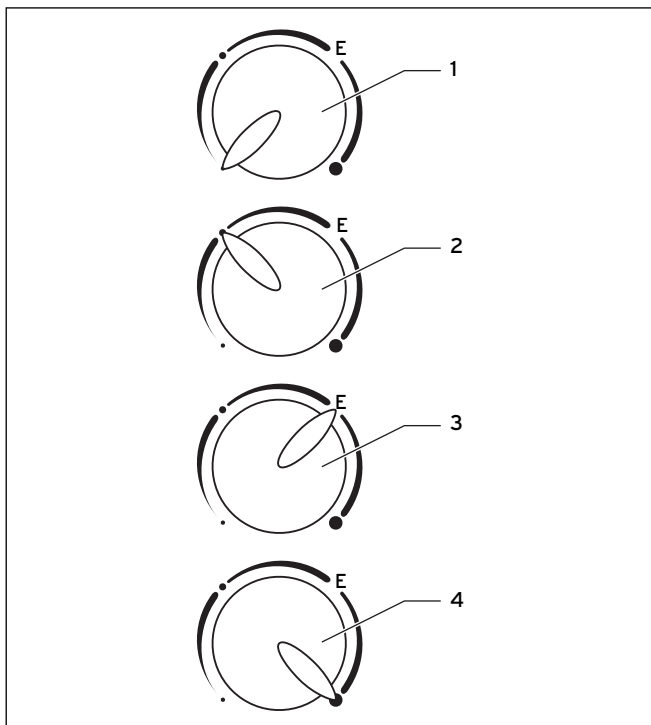
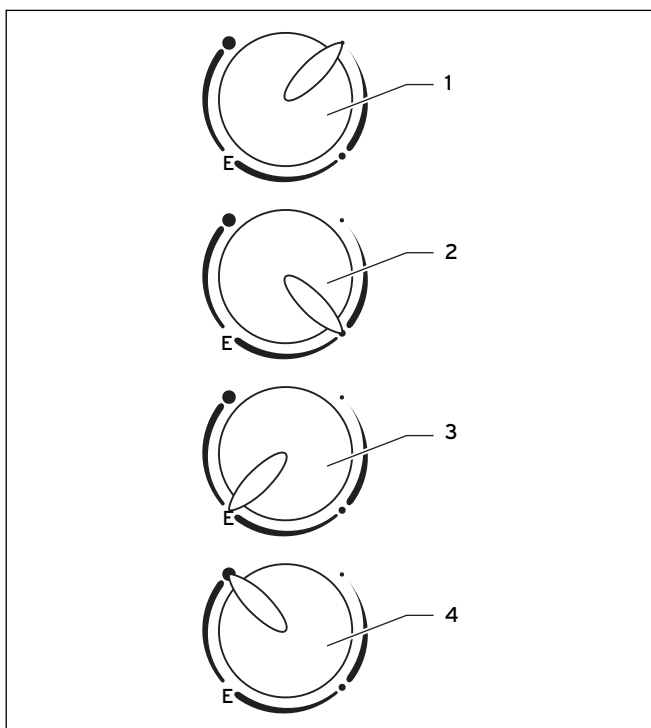

Fig. 7.3 Sélecteur de température, appareil sous évier
Fig. 7.4 Sélecteur de température, appareil monté au-dessus du plan de travail
L'eau est protégée contre le gel lorsque le ballon d'eau chaude sanitaire électrique est branché. En position Protection antigel (→ (1), Fig. 7.3, Fig. 7.4), l'eau se trouvant dans le ballon reste froide. Le ballon d'eau chaude est cependant protégé contre le gel par un dispositif de protection antigel lorsqu'il est branché.